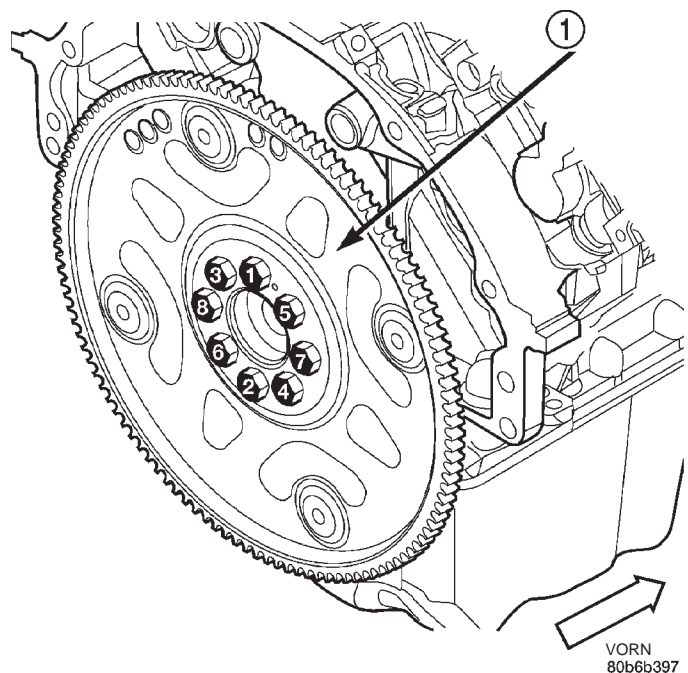

Abb. 114 Anzugsreihenfolge der Mitnehmerscheibe
- (1) Mitnehmerscheibe auf die Kurbelwelle setzen und die Schrauben fingerfest eindrehen.
- (2) Halteschrauben der Mitnehmerscheibe in der gezeigten Reihenfolge mit einem Anzugsmoment von 60 N·m (45 ft. lbs.) festziehen (Abb. 114).
- (3) Getriebe einbauen.